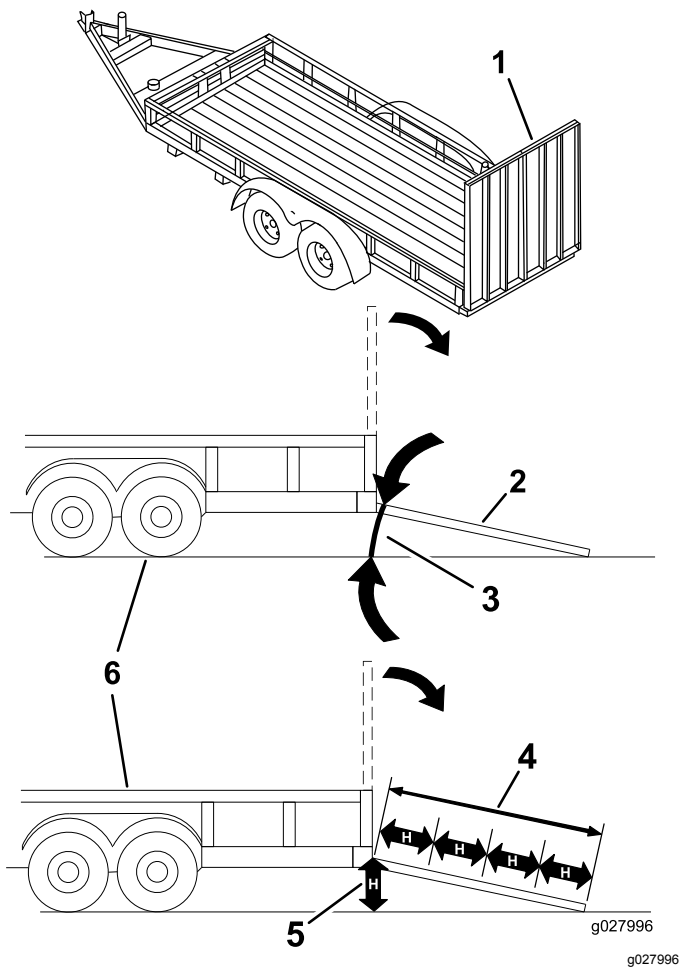

Figura 41
El cargar la máquina en un remolque o un camión aumenta la posibilidad de un vuelco y podría causar lesiones graves o la muerte (Figura 41).
1. Baje la rampa, asegurándose de que el ángulo entre la rampa y el suelo no supera los 15 grados (Figura 41).